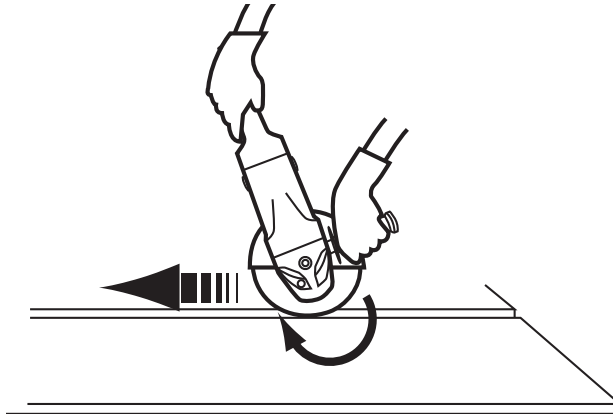

Abb. 21
4. Führen Sie das Elektrowerkzeug stets im Gegenlauf, um zu vermeiden, dass dieses unkontrolliert aus dem Schnitt gedrückt wird (Abb. 21).